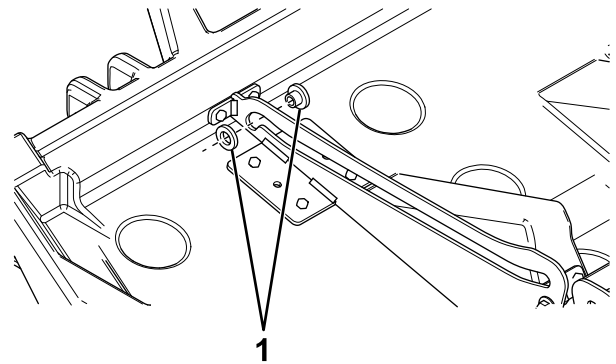

Figura 19
1. Coloque un rodillo en la ranura de cada una de las guías (Figura 19).